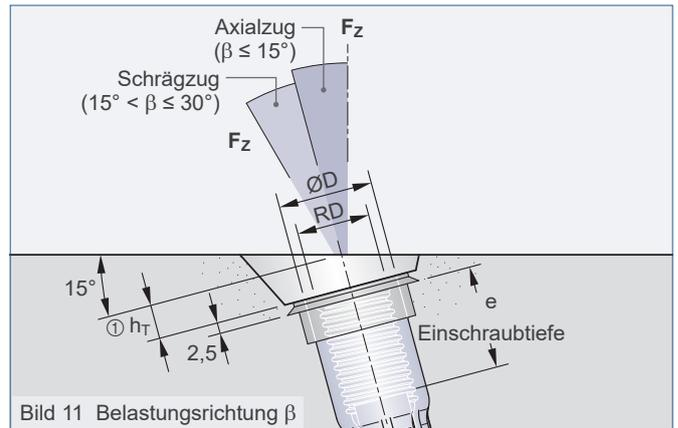

Bild 11 Belastungsrichtung β
① Die Einbautiefe h_T der Aussparungsteller SZ15 ist zu berücksichtigen (Bild 11, Tabelle 6 oder 8).
③ Auch in Ausführung Edelstahl erhältlich (Artikel-Nr. 75K____VA).